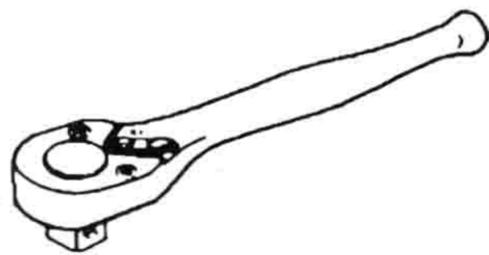

图 1-18 棘轮手柄外部形状
③ 棘轮手柄是最常见的套筒手柄，如图 1-18 所示。套筒手柄是装在套筒上用于扳动套筒的配套手柄，如果没有配套手柄，套筒将无法独立工作。